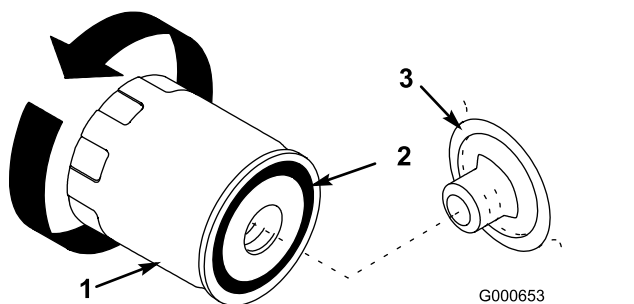

Figure 27
7. Enlevez le filtre à huile usagé et essuyez la surface du joint de l'adaptateur (Figure 27).
10. Appliquez une fine couche d'huile neuve sur le joint en caoutchouc du filtre de rechange (Figure 27).
11. Posez le filtre à huile de rechange sur l'adaptateur. Tournez le filtre dans le sens horaire jusqu'à ce que le joint rejoigne l'adaptateur, puis donnez un demi-tour supplémentaire (Figure 27).